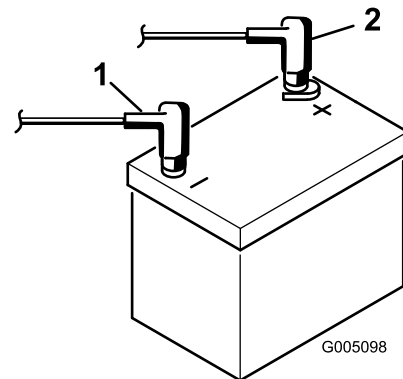

Figura 8
- Conecte el cable positivo (rojo) al borne positivo (+) y el cable negativo (negro) al borne negativo (-) de la batería y sujételos usando los pernos y las tuercas (Figura 8). Deslice la cubierta de goma sobre el terminal positivo para evitar posibles cortocircuitos eléctricos.